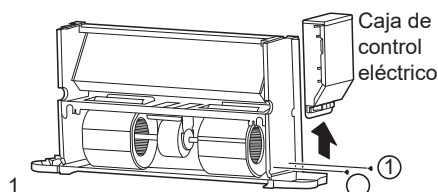

Figura 4-7 Extracción de la caja de control eléctrico
- Como se muestra en la Figura 4-7, quite los tornillos ① * 2 para quitar la caja de control eléctrico.